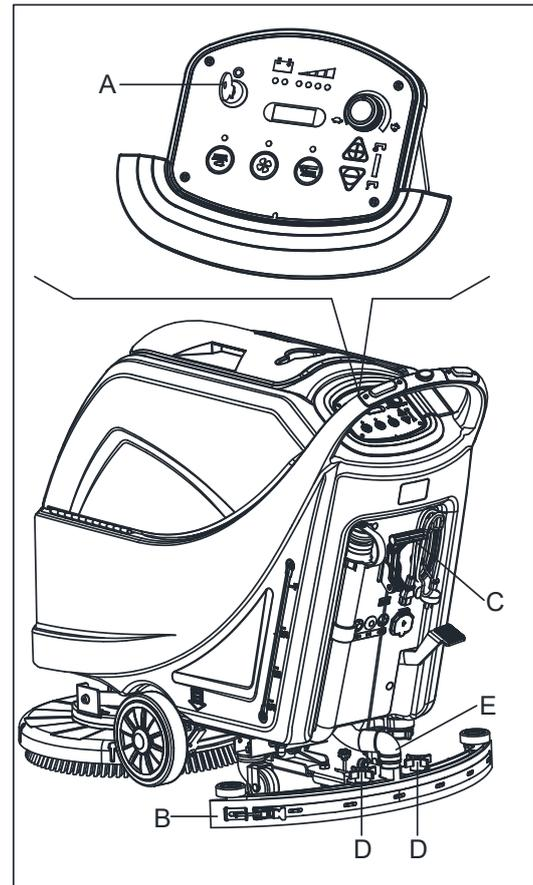
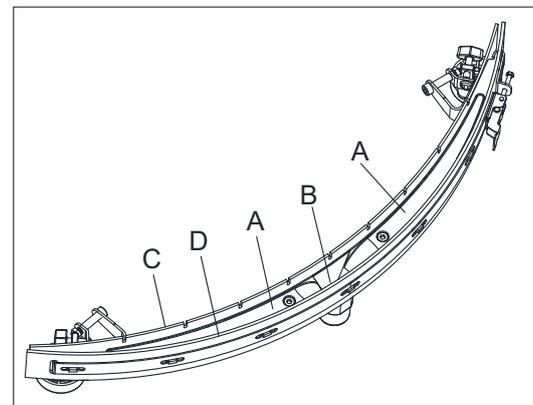

Abbildung 17
Abbildung 18
2. Drehen Sie den Zündschlüssel (A, Abb. 17) auf "0".
3. Senken Sie den Abziehgummi (B) mit dem Hebel (C) ab.
4. Lösen Sie die Knöpfe (D) und entfernen Sie den Abziehgummi (B).
5. Trennen Sie den Vakuumschlauch (E) vom Abziehgummi ab.
6. Reinigen Sie den Stahl- oder Aluminium-Abziehgummi (Abb. 18). Reinigen Sie im Besonderen die Fächer (A) und das Loch (B). Überprüfen Sie das vordere Blatt (C) und das hintere Blatt (D) auf Unversehrtheit, Schnitte und Riss. Ersetzen Sie sie (siehe Vorgehensweise im folgenden Abschnitt), falls nötig.